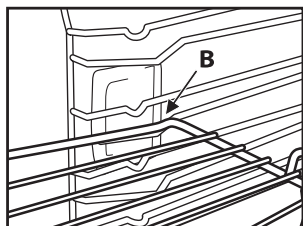

Fig. 2
2. Skråstill risten ved blokkeringsstillingen «B» (Fig. 2).